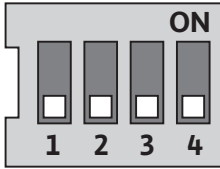

Fig. 29: Interruptor DIP
Os interruptores DIP (Fig. 9, pos. 6/ Fig. 29) encontram-se sob a cobertura da caixa.